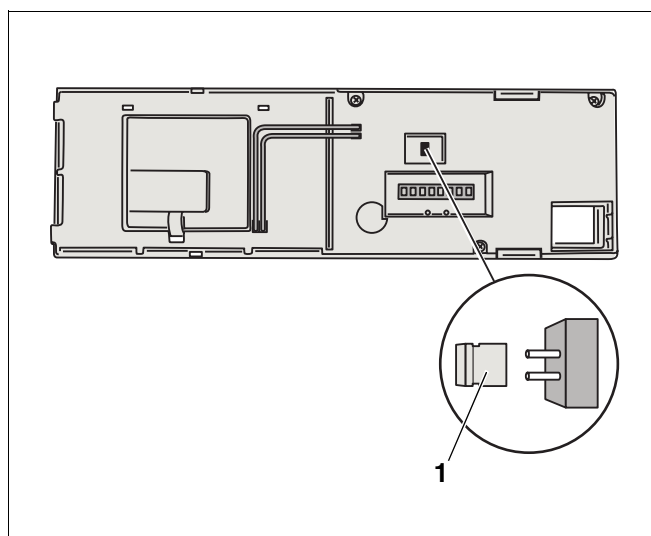

Fig. 15 Parte posteriore del dispositivo di controllo base BC10
- Estrarre eventualmente il jumper (fig. 15, pos. 1) per attivare la limitazione di potenza.